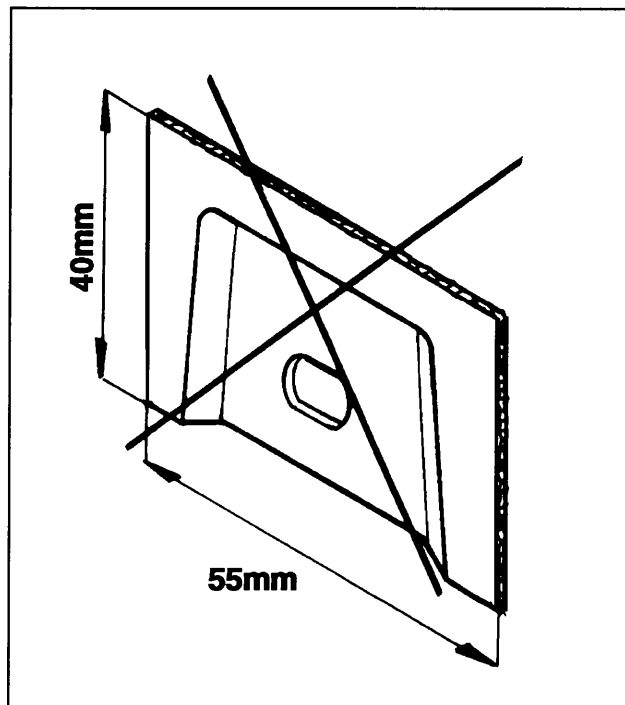

fig.1
3. Zaag uit het midden aan de onderzijde van de bumper een deel van 55mm x 40mm overeenkomstig fig 1. Herplaats het onder punt 1 verder. Plaats de kogelstang en bevestig deze d.m.v. twee bouten M12x70 inclusief zelfborgende moeren en sluitringen aan de trekhaak. Draai alle bouten en moeren overeenkomstig de tabel vast.
3. Saw out a 55 mm x 40 mm section in the middle at the bottom side of the bumper, in accordance with fig. 1. Replace what was removed under point 1. Position the ball bar and fasten it to the tow bar by means of two bolts M12x70 including self-locking nuts and lock washers. Tighten all the bolts and nuts in accordance with the table.
1. Desmontar la rueda de repuesto y las armaduras de lámpara del para-choques. Soltar el maletero en el lado posterior. Desmontar la clavija del faro antiniebla (faro de marcha atrás), la que se encuentra debajo de la cubierta. Desmontar el para-choques. Retirar los anillos de enganche a la izquierda y derecha debajo del vehículo, así como las contratuercas (fig. 1) del chasis, las que quedan anuladas.
1. Demontér reservedelene og lampaarbejdningerne fra kørtageren. Løsn baggekassen på bagsiden. Demontér stikket til tågelampen (baklys). Dette befinder sig under *panel*. Demontér kørtageren. Fjern slæbeåbningerne under kørtaget i venstre og højre side samt spændpladerne (fig. 1) fra chassiset. Disse skal ikke anvendes mere.
3. Sägen Sie aus der Mitte an der Unterseite der Stoßstange einen Teil von 55mm x 40mm entsprechend Fig. 1 heraus. Bringen Sie das untere Punkt 1 Entfernte wieder an. Schieben Sie die Kugelstange ein und befestigen Sie diese mit zwei Schrauben M12x70 inkl. selbstsichernden Muttern und Unterlegscheiben an der Anbränger Vorrichtung. Ziehen Sie alle Schrauben und Muttern laut Tabelle fest.